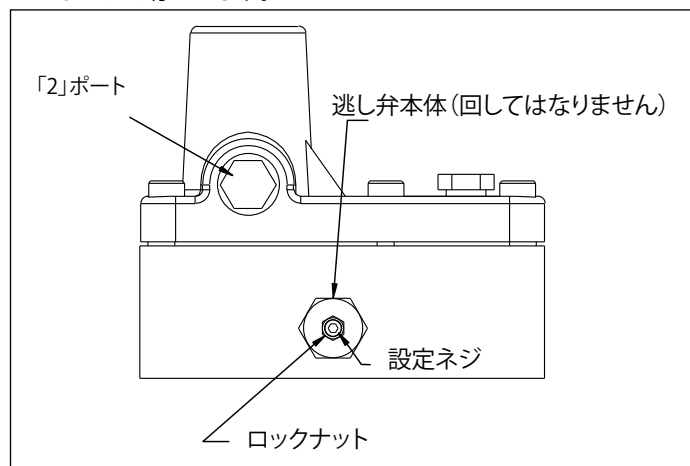

図11、逃がし弁 - VM22
1. 「A」ポート (図11) に [0-1,035 バール] (0-15,000 psi) の圧力計を取り付けます。